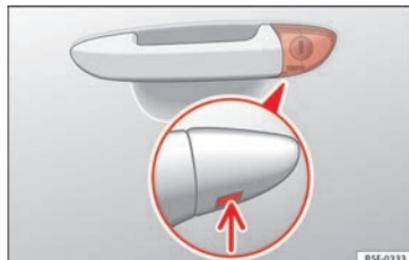

Abb. 3 Fahrertürgriff: verborgener Schließzylinder.
- Den Schlüsselbart am Fahrertürgriff in die untere Öffnung der Abdeckkappe stecken »» Abb. 3 (Pfeil) und die Abdeckkappe von unten nach oben anheben.